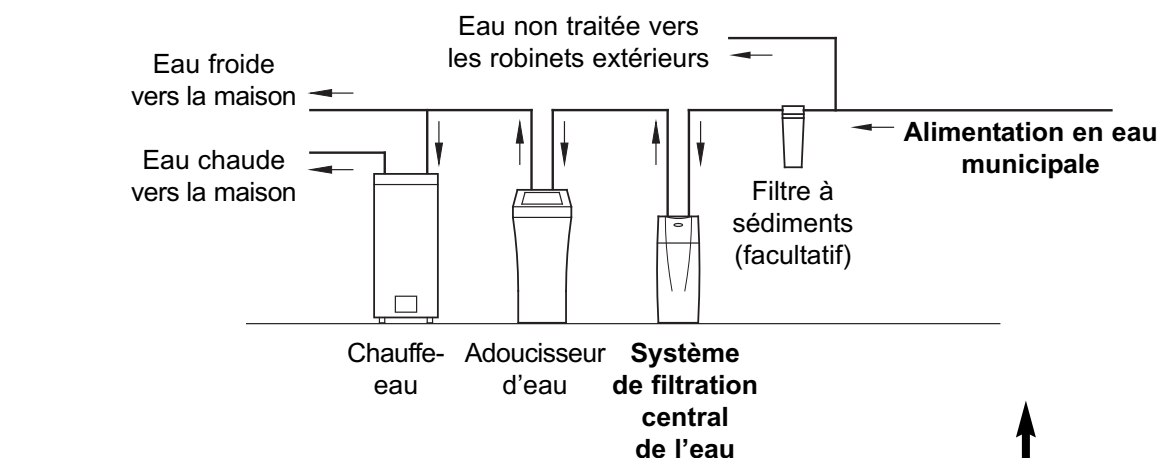

FIG. 1A
installez le système de filtration central de l'eau entre l'alimentation d'eau du domicile et l'adoucisseur d'eau, si un tel appareil est utilisé (voir la figure 1A).
- Ne pas effectuer le raccordement du système de filtration central de l'eau sur la conduite d'eau chaude (voir les figures 1A et 1B).